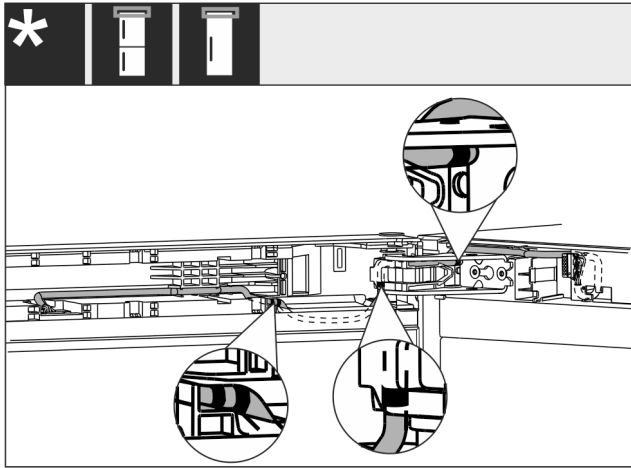

Fig. 61
- ▶ A kábelt az ábrán Fig. 61 [1] látható módon kell elvezetni.